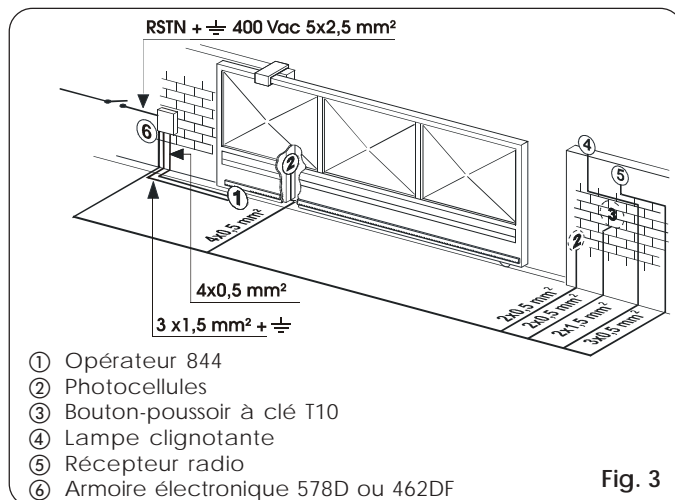

Fig. 3
- 4) Prédistribuer les câbles électriques pour la connexion avec les accessoires et l'alimentation électrique conformément à la Fig.3.